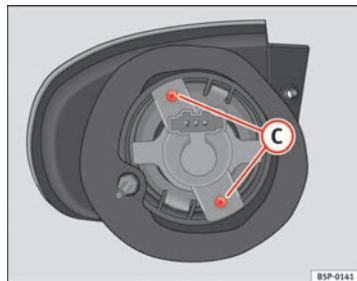

Fig. 198 Feux clignotants
- Dévissez les vis ⇒ fig. 198 **(C)** des douilles d'ampoule et tirez dessus.
- Dévissez les vis ⇒ fig. 198 C des douilles d'ampoule et tirez dessus.